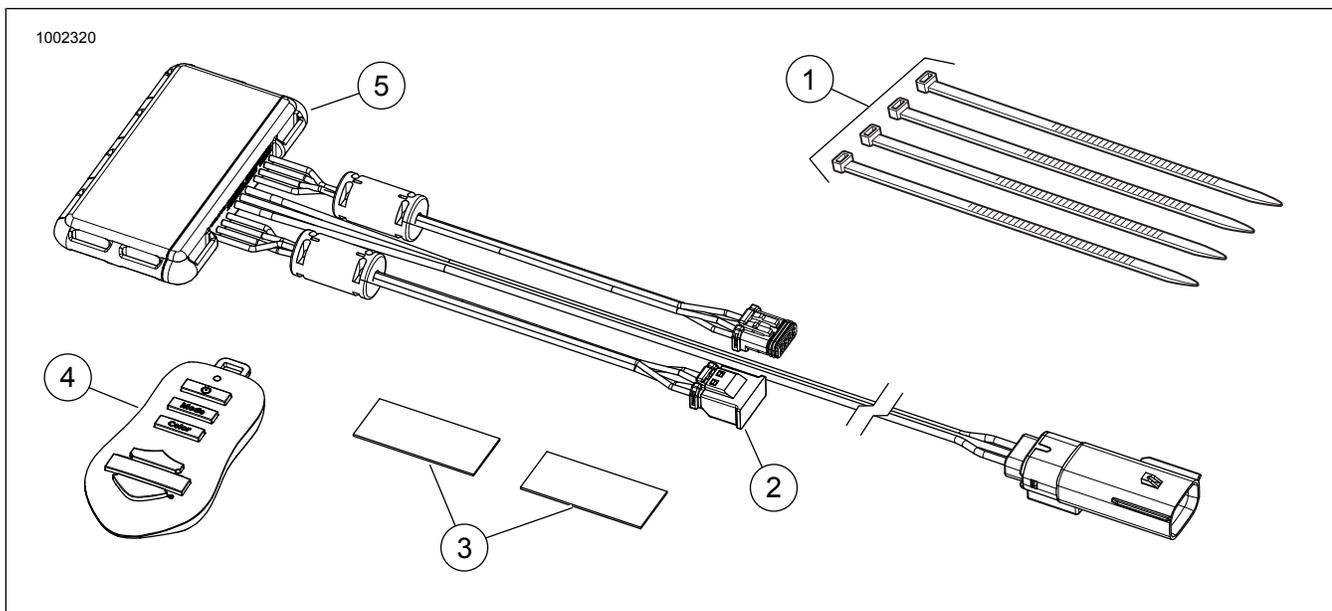

Figura 2. Piezas de servicio, kit de controlador Spectra Glo
Figura 2 y Tabla 1 .
5. Figura 2 Elija una ubicación adecuada para montar el controlador (5) debajo del asiento o detrás de la cubierta lateral izquierda. Use la cinta adhesiva de dos caras (3) del kit o correas para cables (1).